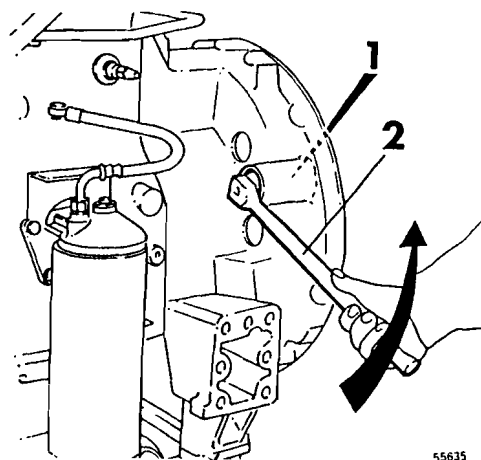

Fig. 163
- 13 Montar y apretar el tornillo del cubo poligonal con un par de 550 Nm. Asegurar al cigüeñal contra la corona dentada del motor de arranque utilizando la herramienta 3590 y un mango de tracción, véase la fig. 163.
- 15 Quitar las herramientas 3590 que aseguran el cigüeñal (fig. 163).